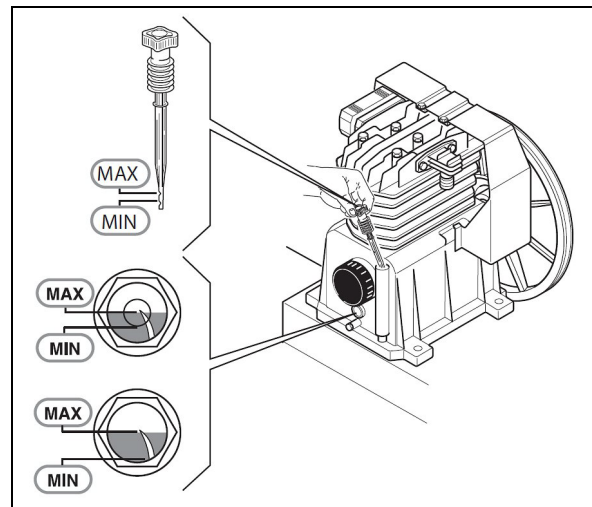

Abb. 4: Ölstand-Anzeige
Schritt 4: Prüfen Sie den Ölstand. Der Ölstand muss zwischen dem Höchst- und dem Mindestwert am Schauglas bzw. des Ölmesstabs liegen (Abb. 4).